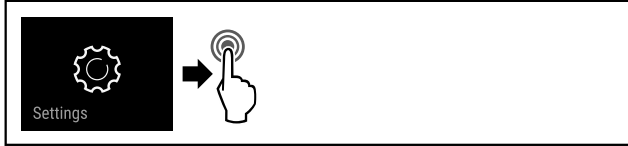

Fig. 116
- ▶ Seguir los pasos de procedimiento (consulte Fig. 116) .